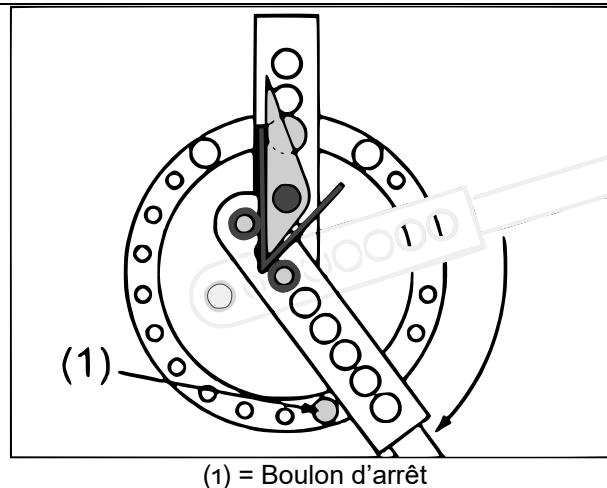

Figure 7 : Réalisation d'un cintrage d'angle simple
2. En fonction de l'angle souhaité et de la position entre le bloc de cintrage angulaire **(18)** et le levier **(15)**, sélectionnez deux outils de cintrage qui soutiennent correctement la pièce contre le bloc de cintrage d'angle, puis installez-les comme indiqué sur la fig. 7.
3. Pour limiter le domaine de flexion, insérez le boulon d'arrêt **(1)** dans le trou correspondant de la bague extérieure de l'angle de flexion, comme indiqué dans la fig. 7.